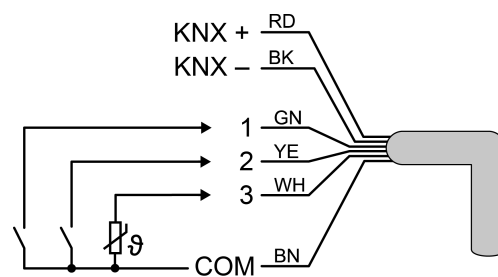

Figura 4: Configurazione collegamento linea di comando (esempio)
- Se necessario, collegare contatti privi di potenziale o sensori di condensa/perdite sull'ingresso 1...3 o ai sensori di temperatura NTC sull'ingresso 3 (Figura 4).